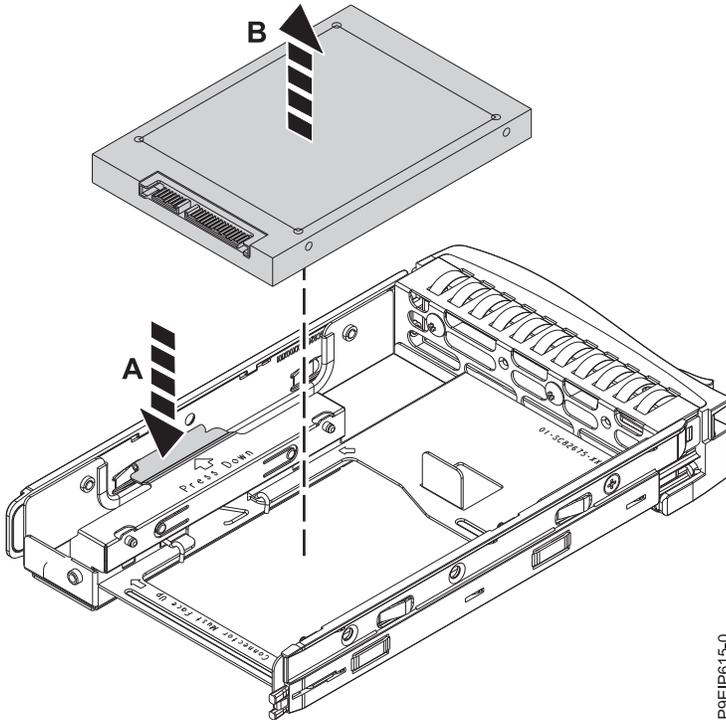

Figura 4. Extracción de la unidad de 2,5 pulgadas de la bandeja
- b. Abra el resorte de retención (A) como se muestra en la Figura 4 en la página 6.
- c. Levante la unidad de 2,5 pulgadas (B) sacándola de la bandeja.